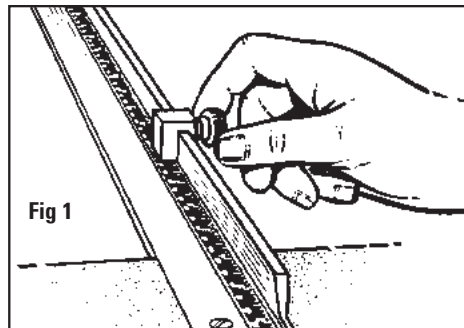

Fig 1
1. Quite la guía de la lámina perimétrica, la hoja de respaldo, el tope del brazo de escuadra y el tope de producción. Una el tope del brazo de escuadra al extremo derecho más alejado del brazo de escuadra y deslice hacia adentro hasta que el lado izquierdo del tope esté a lo largo del incremento necesario para achicar su tablero de lámina perimétrica. Fig. 1
1. Rimuovere la guida del passepartout, il foglio di rinforzo, l'arresto del braccio di squadatura e l'arresto di produzione. Applicare l'arresto del braccio di squadatura all'estremità destra del braccio di squadatura e farlo scorrere verso l'interno finché il lato sinistro dell'arresto non si trova lungo l'incremento necessario per ridurre le dimensioni del cartoncino. Fig. 1
2. Pour relâcher le rail parallèle, desserrez les boutons noirs de deux tours. Faites glisser le rail parallèle dans ses conduits, jusqu'à la largeur de bord souhaitée. Fig. 1